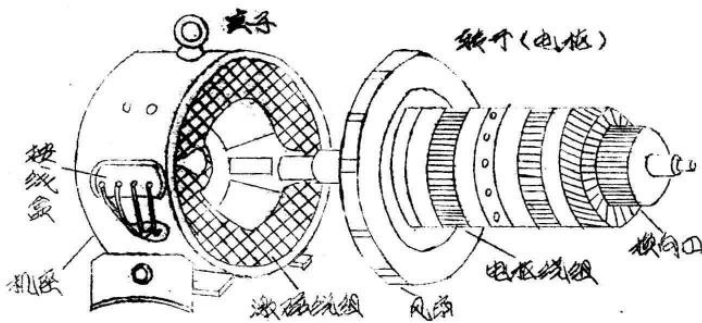
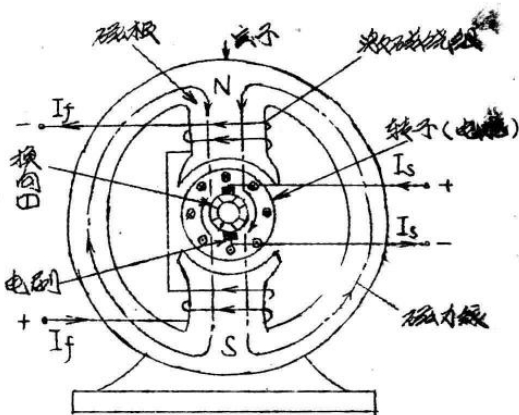

图1-2 直流电动机构造
图 1-3 直流电动机示意图
1. 直流电动机主要分定子与转子二部分如图1-2所示。定子部分主要是固定的磁极一般都用永久磁铁而不用电磁铁如图1-3。这是因为电磁铁的体积小，重量轻，磁通可以调节。磁极可做成一对或数对，励磁的线圈称激磁绕组  $F_1 F_2$  放在磁极上，激磁绕组通电流后便产生N极S极。